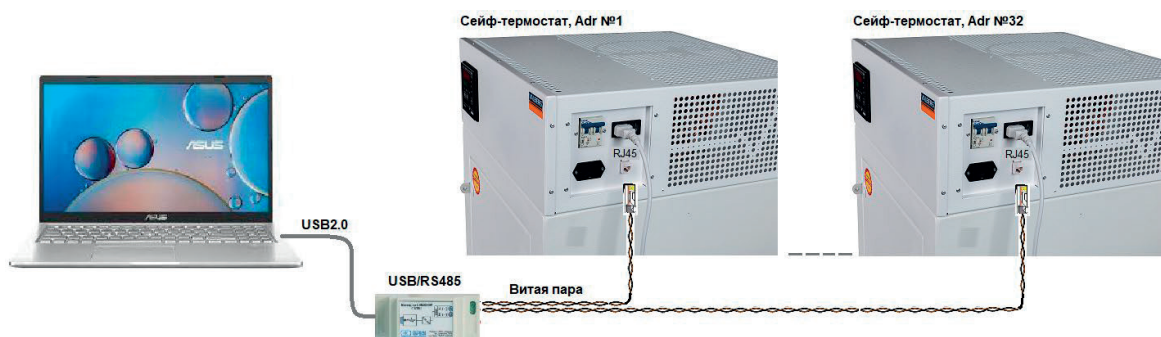
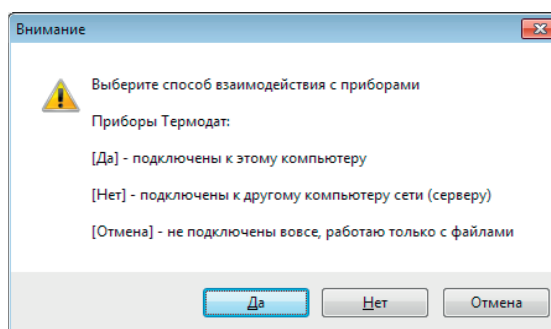

Рис. 20. Подключение интерфейса сейфов-термостатов к ПК
Рис. 21. Выбор способа взаимодействия программы с сейфами-термостатами.
6.16.5 Включите сейфы-термостаты, конвертор и ПК рис.20, 21.
6.16.6 Кнопка «Да» (рис.21) означает выбор опроса изделий с данного ПК через COM порты (рис.20).
6.16.7 Кнопка «Нет» (рис.21) выбирает работу в сети Ethernet – в роли клиента TCP/IP, т.е. программа будет брать измерения с удаленного ПК (рис.22).
6.16.8 Кнопка (Отмена, рис.21) выбирает работу без приборов, например, чтобы открывать TDA копии архивов, полученные аппаратным считывателем.
| Инв. № подл.   | <p>6.16.6 Кнопка «Да» (рис.21) означает выбор опроса изделий с данного ПК через COM порты (рис.20).</p> <p>6.16.7 Кнопка «Нет» (рис.21) выбирает работу в сети Ethernet – в роли клиента TSP/AP, т.е. программа будет брать измерения с удаленного ПК (рис.22).</p> |          |         |      |             |
| Подпись и дата | <p>6.16.8 Кнопка (Отмена, рис.21) выбирает работу без приборов, например, чтобы открывать TDA копии архивов, полученные аппаратным считывателем.</p>                                                                                                                |          |         |      |             |